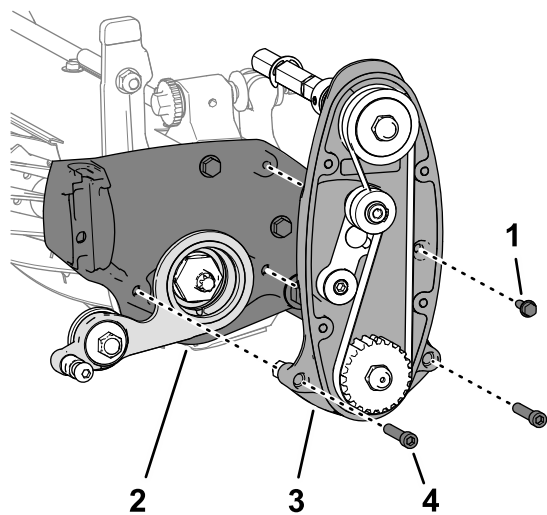

Figure 17
1. Alignez la poulie de tension sur l'unité de coupe, comme illustré Figure 17.
- Montez la poulie de tension et l'entraînement de cylindre sur l'unité de coupe (Figure 17) à l'aide des 2 vis à tête creuse (5/16" x 1 1/2") et contre-écrous (5/16") que vous avez retirés à la section 4 Dépose de l'entraînement du cylindre (page 5).
- Montez l'entraînement du cylindre sur l'unité de coupe (Figure 17) à l'aide des 6 vis à embase (1/4" x 3/8").